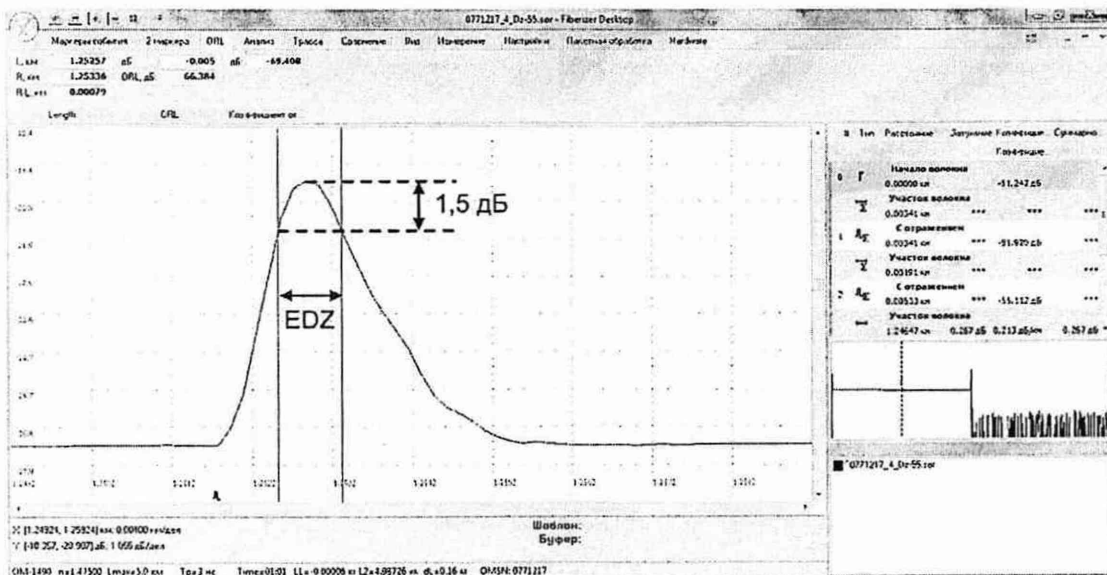

Рисунок 17
11) Установить левый и правый маркеры на передний и задний фронты импульса, находящегося в середине рефлектограммы, на уровень, который ниже вершины импульса на 1,5 дБ. Расстояние между маркерами EDZ, м, является значением мертвой зоны по отражению (см. рисунок 17).